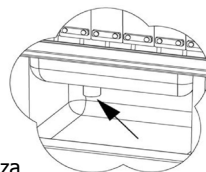

Figura 2
- Quando o ciclo de limpeza é caixa de água de drenagem terminar removendo plugue (Figura 2)